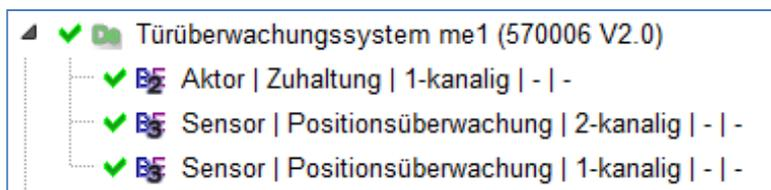
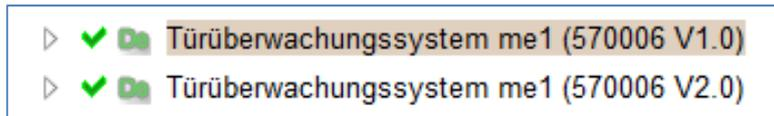

Abbildung 19: Ein Gerät mit drei Anwendungsfällen
Abbildung 20: Ein Gerät in zwei Versionen (Archivdaten braun hinterlegt)
-  „Device (Gerät)“: Objekttyp für Geräte in einer VDMA-Bibliothek. Es zeigt den Gerätenamen an. Dieses Objekt enthält mindestens einen oder mehrere Anwendungsfälle für dieses Gerät (Abbildung 19). Sind Geräte vom Hersteller als „Archivdaten“ gekennzeichnet, so werden deren Namen braun hinterlegt (Abbildung 20). Diese Geräte sind evtl. nicht mehr lieferbar und sollten z. B. für neue Projekte nicht mehr verwendet werden. Per Option im Menübefehl „Bearbeiten -> Optionen -> VDMA-Bibliothek“ lassen sich diese Archivdaten im Baum ein- und ausblenden.